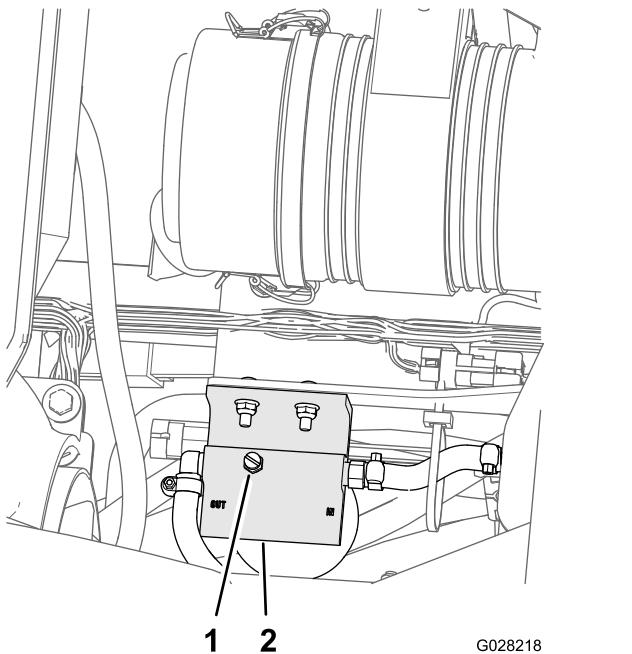

图 74
5. 松开燃油/水分离器顶部的排气塞 图 74。
7. 拧紧排气塞然后将启动开关转至“关闭”位置 图 74。